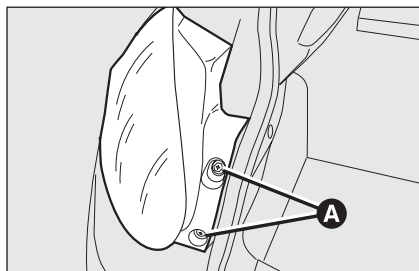

fig. 27
- ouvrir le hayon, puis dévisser les deux vis **A-fig. 27** de fixation du groupe optique arrière;